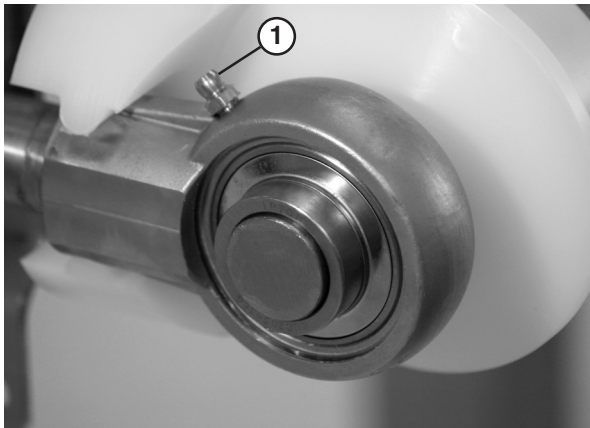

Figura 28
1. Añada grasa al cojinete empleando engrasadores (**Figura 28, ítem 1**) en el exterior del montaje del eje de los cojinetes.